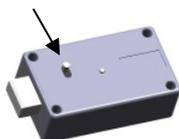

Abb. 2: Schieber
- Den gefederten Schieber im Schlosskastenboden bis zum Anschlag bewegen und dort halten (siehe Abb. 2).